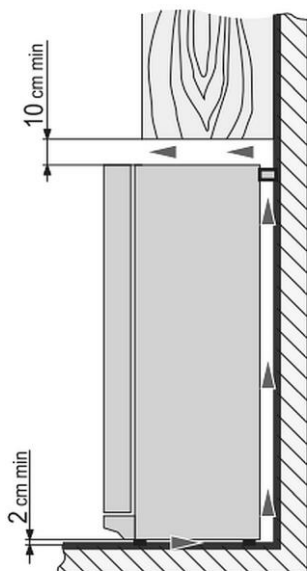

Abb. 6
- Halten Sie einen Mindestabstand von 10 cm zwischen der Oberseite des Gerätes und sich darüber befindlichen Gegenständen (z. B. Schrank) (Abb. 6).